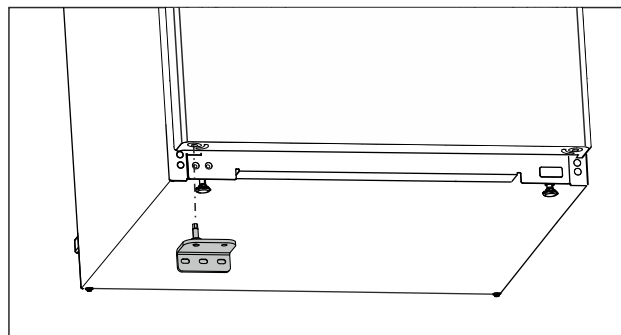

Fig. 16
- ▶ Unteren Lagerbock auf der Gegenseite einsetzen. (siehe Fig. 16)